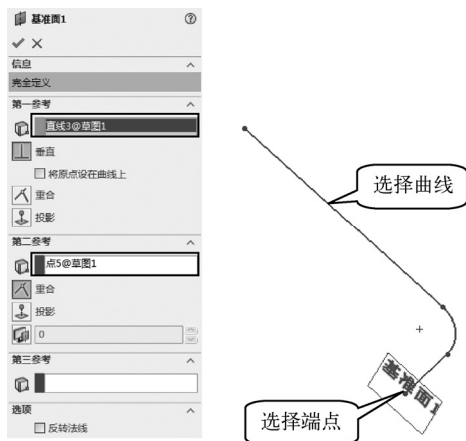

图 3-30 创建基准平面
STEP 2 选择“插入”>“参考几何体”>“基准面”菜单项,弹出“基准面 1”属性管理器,如图 3-30 所示。“第一参考”选择路径曲线的一个端点,“第二参考”选择“步骤 1”中绘制的路径曲线,单击“确定”按钮,创建一基准平面。